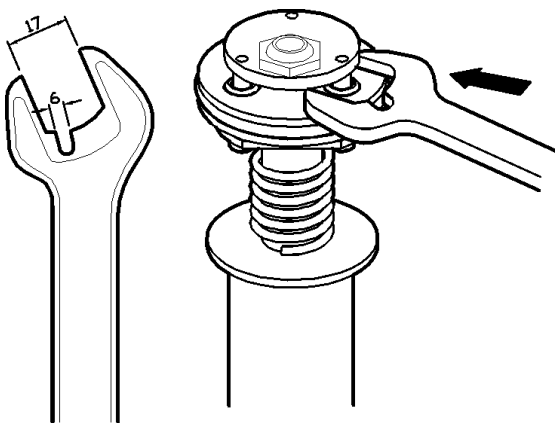

Fig. 9
1. Secure the air motor body (16) in the vice and loosen the four screws (13) to remove the air motor dolly (1).
2. Check the upper spring (2) and the spring stop (3) inside the air motor dolly (1). Replace if damaged.
3. Remove the lower circlip (15) and muffler (14) and pull up the inverting set (4) until the hole in pump piston rod (8) gets visible in the opening where the muffler was removed. Insert a steel rod (8 mm) in the hole to lock the piston.
4. Use a prepared 17mm wrench (see fig. 9) to disassemble the reversing set (4).
1. Fijar el cuerpo motor (16) adecuadamente y soltar los cuatro tornillos (13) para retirar la cazoleta (1).
2. Verificar el muelle superior (2) y el tope muelle (3) en la cazoleta (1). Sustituir en caso de deterioro.
3. Desmontar el anillo de seguridad (15) inferior y el silenciador (14) y tirar el conjunto inversor hacia arriba hasta que el agujero en el vástago (8) quede visible en la apertura donde el silenciador fue quitado. Introducir una varilla acerada (8mm) en el agujero del pistón para bloquear el mismo.
4. Desenroscar el conjunto inversor (4) con una llave fija de 17mm preparada (Fig. 9).
1. Fixer correctement le corps moteur (16) et dévisser les 4 vis (13) pour désolidariser la cassolette (1).
2. Procéder au contrôle du ressort supérieur (2) ainsi que de la butée de ce dernier (3) qui se trouvent dans la cassolette (1). Remplacer ces pièces si nécessaire.
3. Démonter l'anneau de sécurité (15) inférieur et le silencieux (14) et tirer l'ensemble inverseur vers le haut jusqu'à ce que l'orifice du piston (8) soit visible et ce, au niveau où le silencieux a été enlevé. Introduire une baguette en acier (8mm) dans l'orifice du piston pour bloquer ce dernier.
4. Desserrer l'ensemble inverseur (4) à l'aide d'une clé fixe préparée de 17 mm (voir Fig.9).